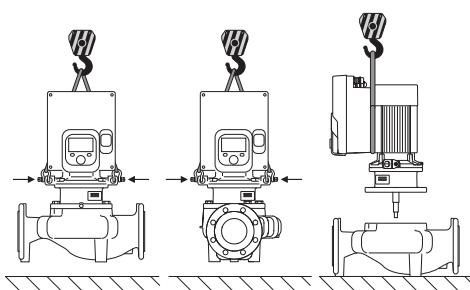

Fig. 6: Směr zdvihání se svislou hřídelí motoru
2. Zásuvnou sadu (Fig. 4) upevněte za účelem zajištění na přepravní oka pomocí vhodných zvedacích prostředků. Aby se jednotka nepřevrátila, upevněte kolem motoru a adaptér elektronického modulu smyčku pásu dle Fig. 6. Při připevňování se vyhněte poškození elektronického modulu.